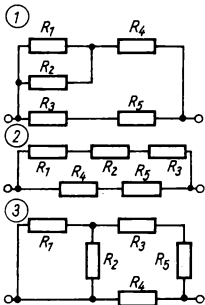

Bild 68
- 7.23** Fünf bekannte Widerstände werden auf die drei im Bild 68 dargestellten Arten zusammengeschaltet. Berechnen Sie die Ersatzwiderstände dieser Schaltungen. Die Widerstände $R_1 \dots R_5$ betragen 100 Ω , 300 Ω , 200 Ω , 500 Ω und 50 Ω .